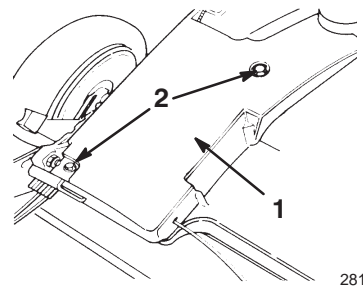

Bild 28
2. Entfernen Sie die Schrauben, mit denen die Riemenabdeckung (Bild 28) am Schneidwerk abgesichert wird.